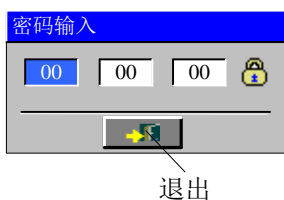

图 6.11 密码输入画面
4. **F4[擦除报警记录]**: 进入密码输入画面, 如图 6.11 所示。擦除报警记录操作如下: